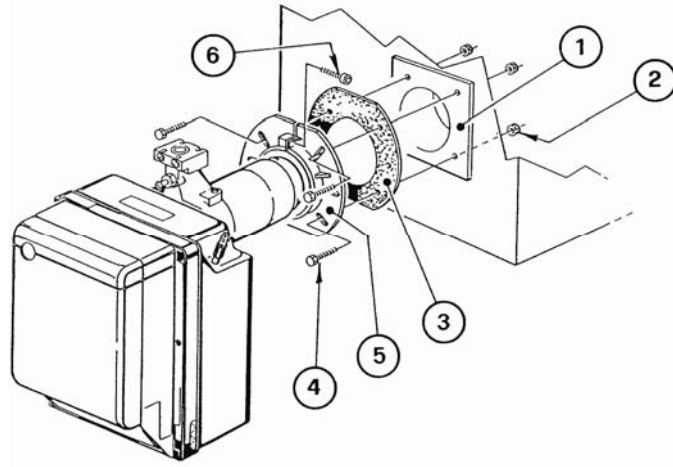
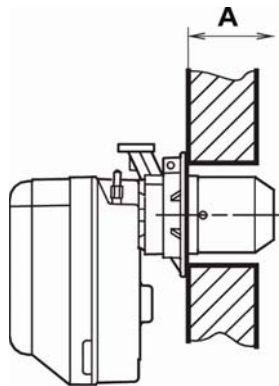

Рис. 7
Рис. 9
- Установите фланец (5) с **изоляционной прокладкой** (3) на дверцу котла (1) с помощью четырех болтов (4) (и при необходимости гаек (2), но не затягивайте один из верхних болтов (4) (см. рис.7).
- Вставьте во фланец (5) головку горелки, затяните фланец болтом (6), затем затяните верхний болт (4).
**Примечание:** Горелка может устанавливаться на дверцы различной толщины (**A**) (см. рис. 9). В любом случае необходимо убедиться, что головка горелки длиннее толщины дверцы теплогенератора.